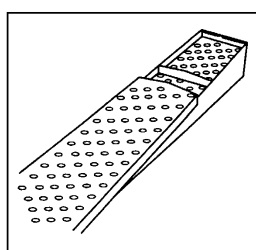

Figure 5
5. Installer le couvercle en le glissant sur la petite extrémité. **(Voir Figure 5.)**